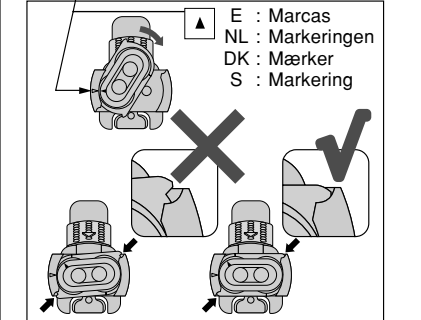

Fig. 4
- c. Une fois la cartouche en place, (ne pas enlever le capuchon de la cartouche), faites glisser le taquet vers l'avant jusqu'à ce qu'il s'arrête. (Fig. 4)
- Después de cargar el cartucho, deslice la palanca de liberación hacia delante hasta que se detenga. (Fig. 4)
- Empuje la parte frontal de la palanca de liberación. (Fig. 4)